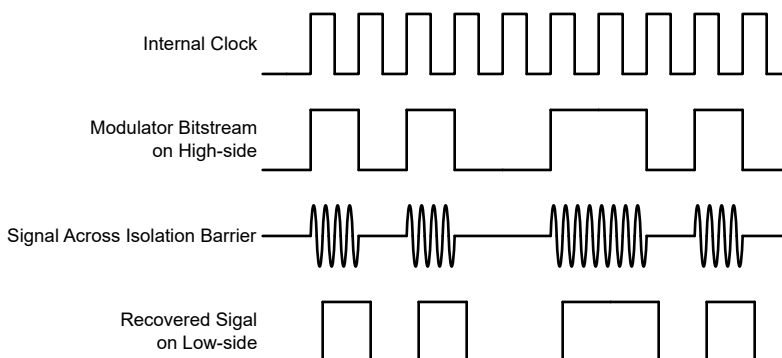

図 7-1. OOK ベースの変調方式
図 7-1 に示されているように、AMC0x30S-Q1 は、オン / オフ キーイング (OOK) 変調方式を使用して、変調器の出力ビットストリームを、SiO2 ベースの絶縁膜間で伝送します。送信ドライバ (TX) をに 機能ブロック図 示します。TX は、内部で生成された高周波キャリアを絶縁バリア越しに送信し、デジタル 1 を表現します。ただし、TX はデジタル 0 を表す信号を送りません。AMC0x30S-Q1 で使用されるキャリアの公称周波数は 480MHz です。